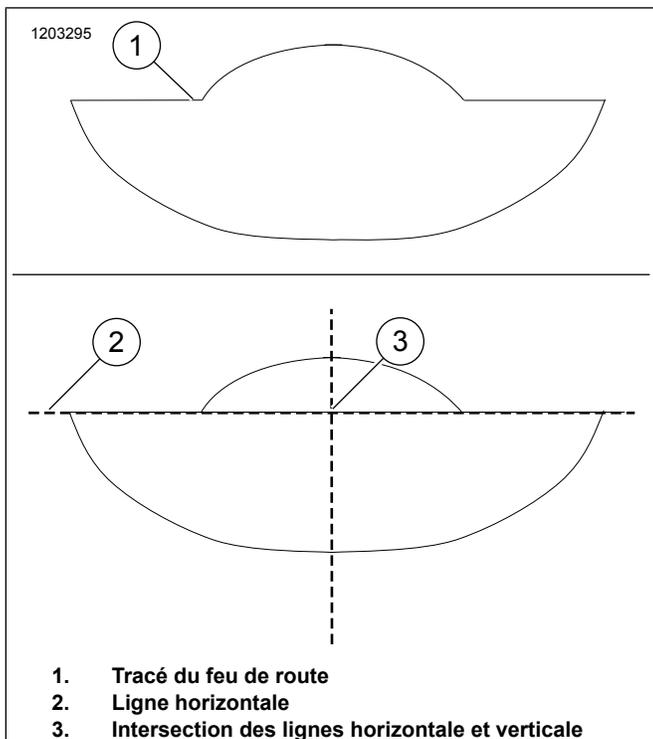

Figure 10. Alignement du faisceau de feu de route
2. Voir la figure 10. Avec le véhicule chargé et à la verticale, orienter la roue avant tout droit vers le mur.
3. Allumer le **feu de route**. Aligner le centre du **feu de route** de telle sorte que le tracé du faisceau du feu soit symétrique du côté gauche et du côté droit de la ligne verticale (3).